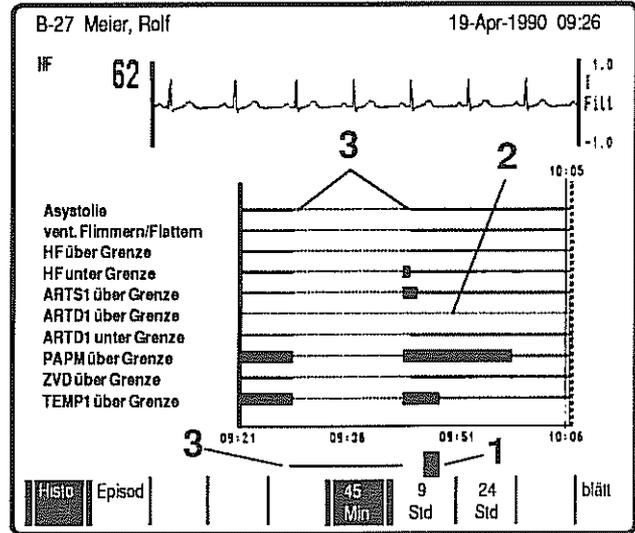

Bild 5 . 1 Zeitmarke
Wird die gesamte Überwachung mit Taste (26) **Keine Überwachung** abgeschaltet, so wird dieser Zeitraum durch einen waagerechten Strich unterhalb des Histogramms gekennzeichnet (Bild 5). Gleichzeitig wird bei allen Ereignissen statt einer durchgezogenen Linie eine gestrichelte dargestellt. Werden nur einzelne Grenzwerte ausgeschaltet, so wird nur bei den betroffenen Ereignissen statt der durchgezogenen Linie eine gestrichelte dargestellt.